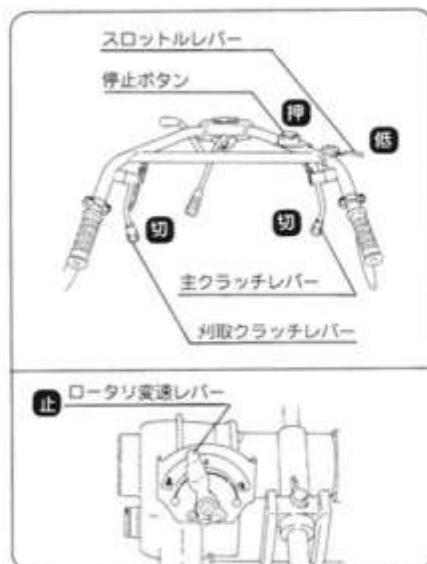

図46
3) 停止方法(図46)
- ① 主クラッチレバーを【切】にしてください。
- ② 刈取クラッチレバーを【切】にしてください。
- ③ スロットルレバーをL【低速】にもどしてください。
- ④ 停止ボタンを押してください。
- ⑤ ロータリ変速レバーを【止】にもどしてください。